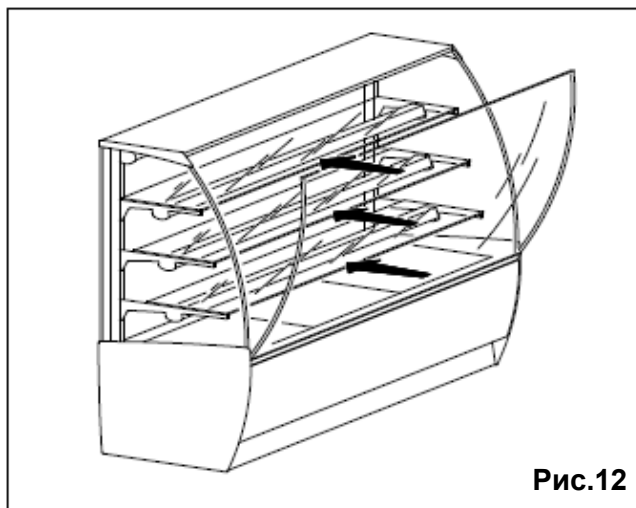

Рис.12
12. Монтаж витрины – технический специалист (Рис.12).
- Снимите упаковку и вставьте стекла на соответствующие полки (**Рис.12**), обратив особое внимание на монтаж самого узкого стекла на первой полке сверху.